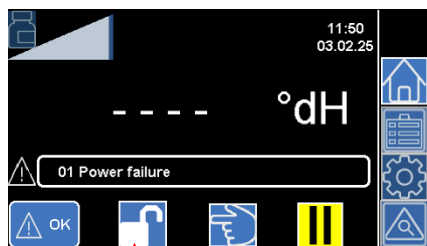

Abbildung 19
- Drücken Sie im Menü **Messwerte** auf das Icon **Passwort** (1) (siehe Abbildung 19).